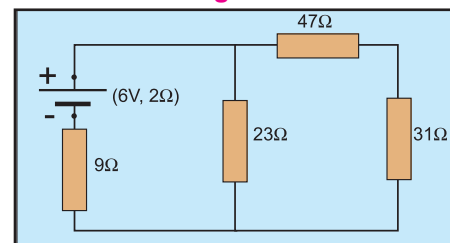

Fig. 12
8. Le circuit de la figure 12 comporte un générateur linéaire et un réseau de conducteurs ohmiques. En expliquant la démarche utilisée, déterminer l'ensemble des intensités du courant qui parcourent les différentes branches.